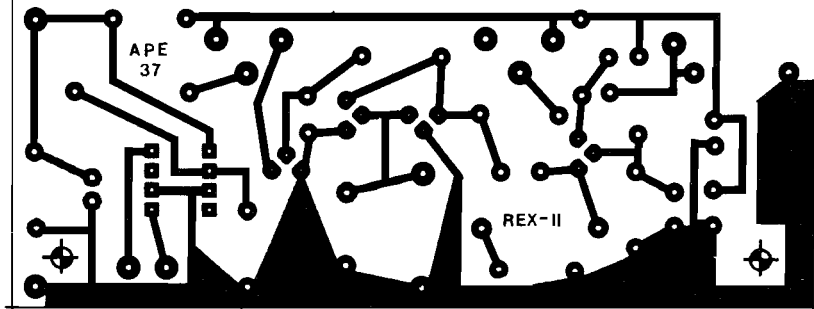
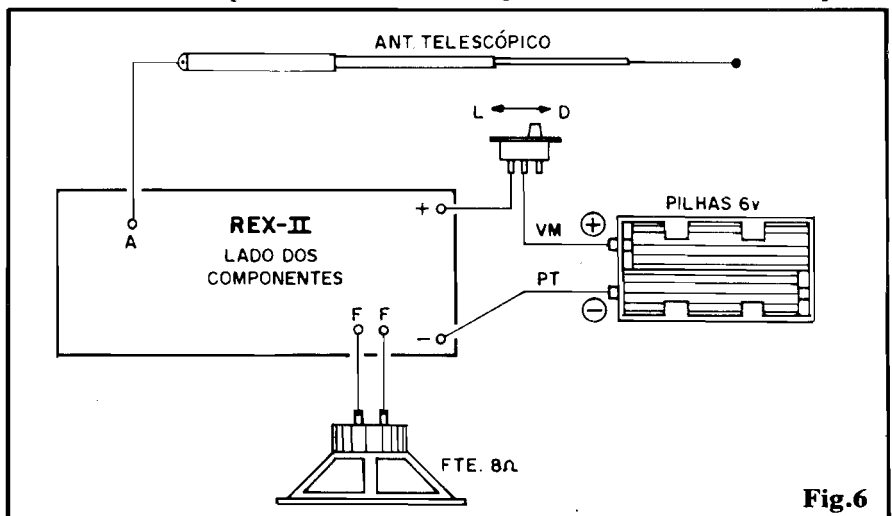
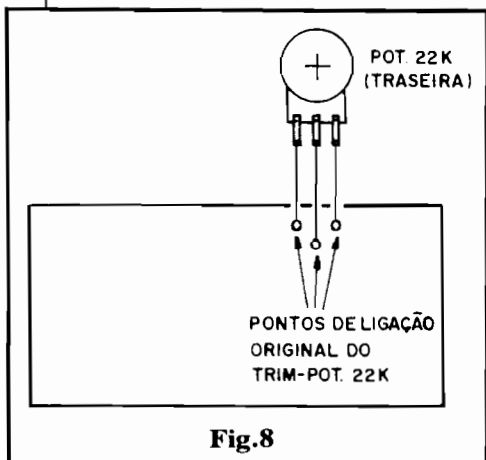

Fig.4
Fig.6
Fig.8
- FIG. 4 - LAY OUT DA PLACA DE CIRCUITO IMPRESSO - Simples e não muito congestionado, o padrão cobreado de ilhas e pistas poderá ser facilmente re-
- **FIG. 6 - LIGAÇÕES EXTERNAS** - A placa continua vista pelo lado dos componentes (só que, para "limpar a área", estes não são mais mostrados...). Observar com atenção a polaridade das conexões da alimentação (como sempre codificada pelas cores dos fios, com **vermelho** para o **positivo** e **preto** para o **negativo**...). As demais conexões (antena e altofalante) são elementares, à prova de erros...
- **FIG. 8 - CONTROLANDO O VOLUME COM POTENCIÔMETRO** - Na estrutura original do circuito/montagem, o ajuste do volume final de áudio é feito de maneira semi-fixa, por **trim-pot** (22K). O Leitor/Hobbysta pode, contudo, optar por um acionamento mais confortável e "s sofisticado", simplesmente ligando à placa, no lugar do referido **trim-pot**, um potenciômetro de 22K, conforme sugere a figura... Como sempre ocorre, recomendamos que a fiação a tal potenciômetro opcional seja **curta**...
- **A UTILIZAÇÃO - AS EXPERIÊNCIAS** - Inicialmente, aplicada ao circuito uma antena telescópica comum (fig. 6), esta deverá ser "levantada", verticalmente. Colocam-se as pilhas e liga-se o interruptor geral... O **trim-pot** (ou potenciômetro - fig. 8) de volume (22K) deve ser colocado no **máximo**, reduzindo-se um pouco o ajuste se for constatado um ruído "de fundo" muito "bravo"... Com a bobina convencional (fig. 3) de sintonia, podem ser procuradas estações de FM comercial, através do ajuste do **trimmer** (ou capacitor variável - ver fig. 7). Obtida a sintonia de uma emissora qualquer, o **trim-pot**
(antenas) mais "bravas", situadas no alto do telhado (pode ser usada uma vareta simples, ou até antenas originalmente projetadas para comunicações ou para recepção de FM comercial...). A cabagem de "descida" dependerá da impedância natural da antena utilizada... Em qualquer caso, o "polo vivo" do cabo da antena deverá ser ligado ao ponto "A" da placa (ver fig. 6), enquanto que o outro polo ("terra") pode ser soldado diretamente à barra cobreada mais larga da placa (fig. 4), referente ao "terra" geral do circuito (linha do negativo da alimentação). Eventualmente o conjunto funcionará melhor com a intermediação de um baloon (pequeno transformador/casador de impedâncias, próprio para a "descida" de antena, e costumeiramente usado para acoplar cabos às entradas de aparelhos de TV ou video-cassetes...). Lembrem-se sempre: o REX-II é um circuito para EXPERIMENTAÇÃO e não pode ser esperado dele um desempenho (em sensibilidade, seletividade e volume/fidelidade de áudio) tão bom quanto o presente em receptores comerciais da faixa de VHF... Entretanto, se corretamente montado, e usado com paciência e bom senso, será uma fonte inesgotável de surpresas e "descobertas" (sabemos que os Hobbystas adoram essas possibilidades...). O espectro das comunicações em VHF é muito amplo e variado e - mesmo para os que não têm vocação para "araponga" - será muito gostoso ficar "xeretando" na faixa...!